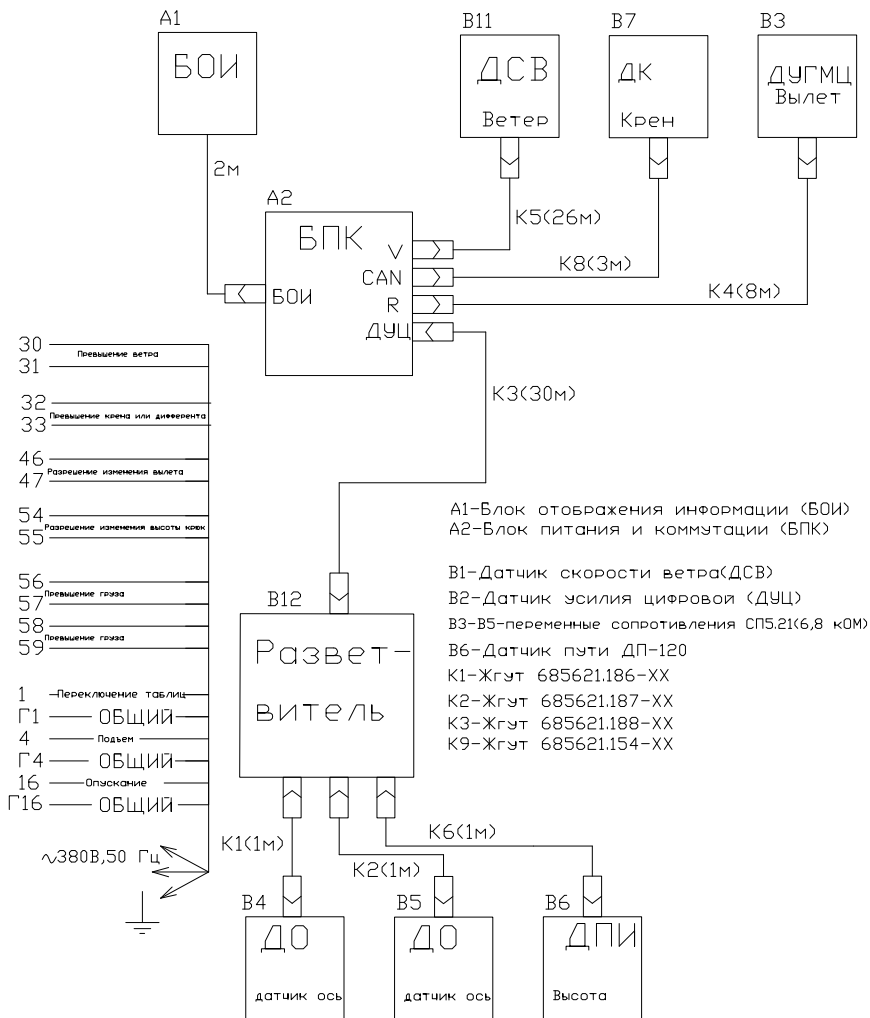

Рисунок 13 - Схема подключения ОНК-160С-105 к схеме крана
4.8.1 Руководствуясь схемой подключения составных частей ограничителя к системе управления крана (см. рисунок 13), подключить кабели к блокам и датчикам ОНК в соответствии с маркировкой составных частей.